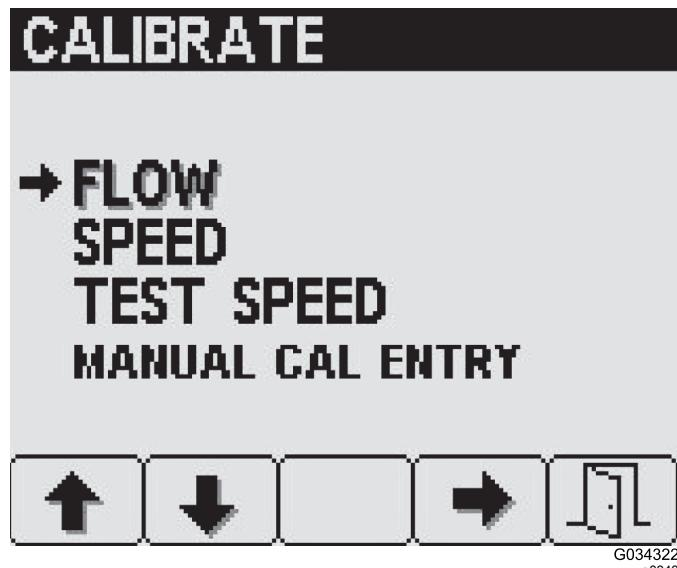

Figura 31
2. Para aceder ao ecrã de fluxo, prima o botão 4 no ecrã de fluxo (Figura 31) para selecionar fluxo.
2. Para aceder ao ecrã de velocidade, prima o botão 2 no ecrã de calibração até chegar à opção de velocidade, depois prima o botão 4 (Figura 31) para selecionar.